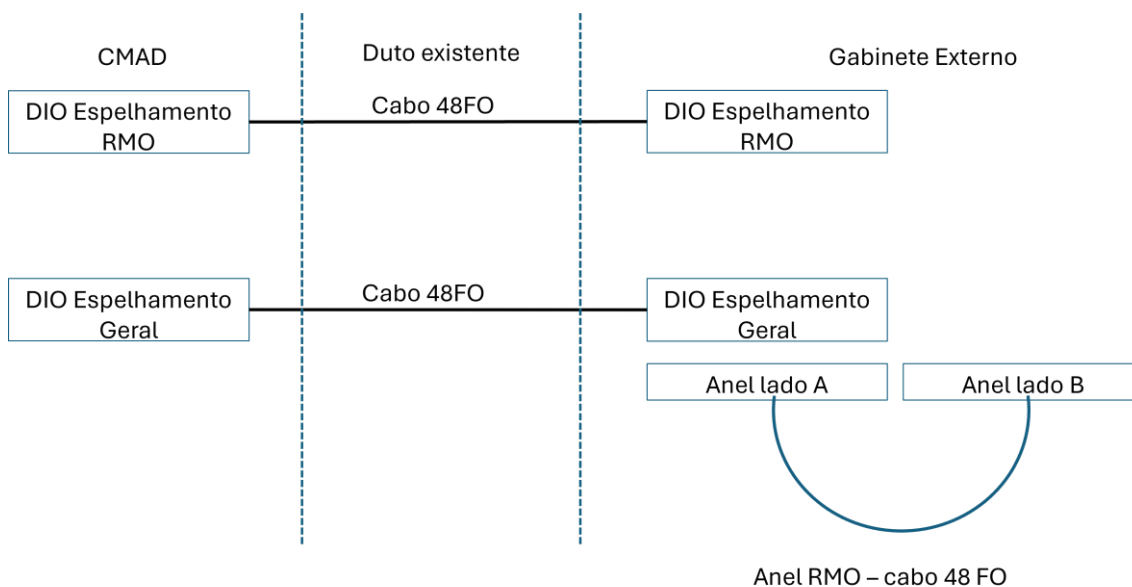

Figura 2 – Anexo VI – Diagrama DIOs
- 2.1. Deverão ser instalados 6 DIOs sendo 2 no CMAD e 4 no Gabinete Externo localizado próximo ao CMAD conforme figura 2 – Anexo VI – Diagrama DIOs abaixo.